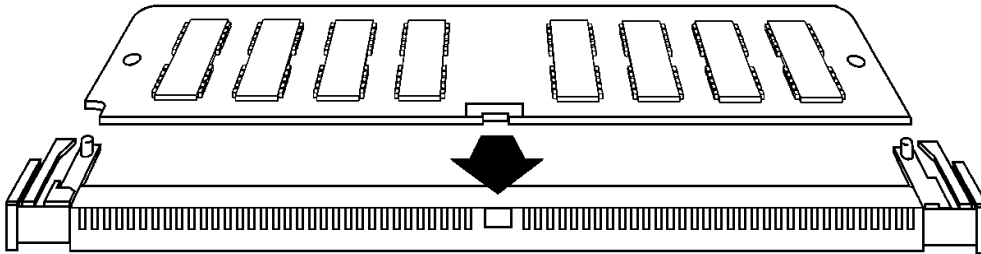

Abbildung 4-2. Einsetzen eines SIMM in einen Steckplatz
5. Setzen Sie das neue SIMM vorsichtig in den Steckplatz ein (siehe Abbildung 4-2). Führen Sie die Anschlußseite des Moduls zuerst ein und drücken Sie kräftig gegen die gegenüberliegende Kante, bis das Modul fest sitzt. SIMMs sind mit seitlichen Kerben markiert, was die korrekte Ausrichtung beim Einsetzen der Module erleichtert. Achten Sie darauf, daß jedes Modul voll-